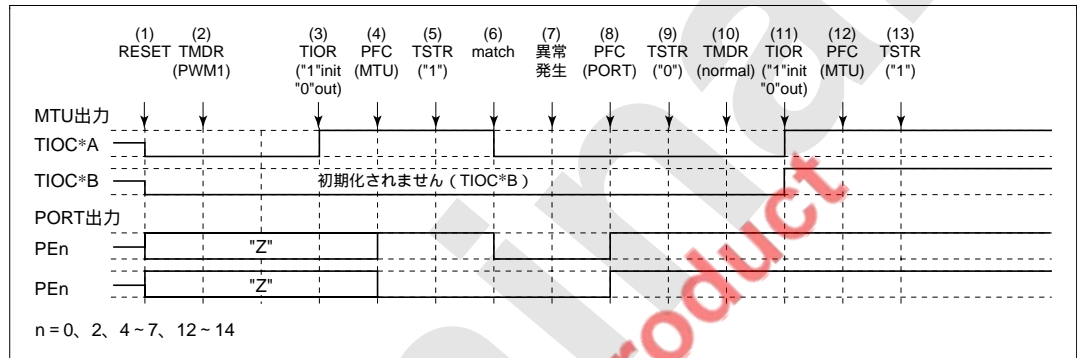

図 8.52 PWM モード 1 で異常が発生し、ノーマルモードで復帰する場合
PWM モード 1 で異常が発生し、再設定後ノーマルモードで再スタートする場合の説明図を図 8.52 に示します。
- (1) ~ (9) は図 8.52 と共通です。
(10) PWM モード 1 で再スタートする場合には必要ありません。
(11) TIOR で端子を初期化してください (PWM モード 1 では TIOC*B 側は初期化されま
- (10) PWM モード 2 を設定します。
- (11) TIOR で端子を初期化してください (PWM モード 2 では周期レジスタの端子は初期化されません)。
- (12) PFC で MTU 出力としてください。
- (13) TSTR で再スタートします。